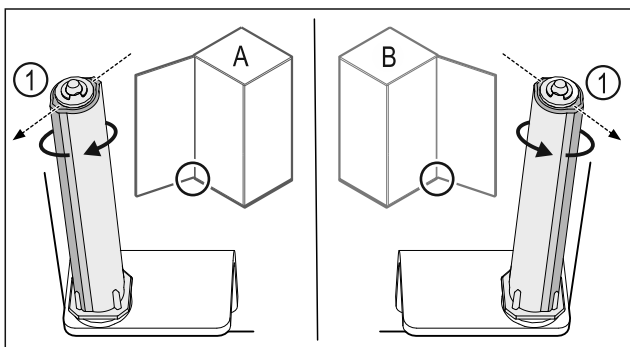

Fig. 49 Левое навешивание (A) / правое навешивание (B)
- ▶ Поворачивайте систему закрытия, преодолевая сопротивление до тех пор, пока ее ребро Fig. 49 (1) не будет направлено наружу.